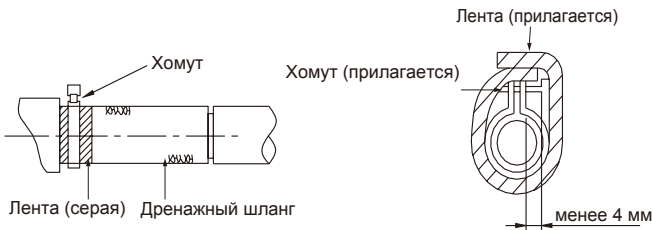

Рис.10
(5) Используйте прилагаемые дренажный шланг (1) и хомуты (2). Вставьте дренажный шланг в дренажный разъем до серой ленты (Рис. 10)
(6) Затягивайте хомут до тех пор, пока головка винта будет выступать менее 4 мм из рукава (Рис. 10).
(7) Для изоляции оберните хомут на дренажном шланге большим изолирующим пакетом.
(8) Заизолируйте дренажный шланг внутри помещения.